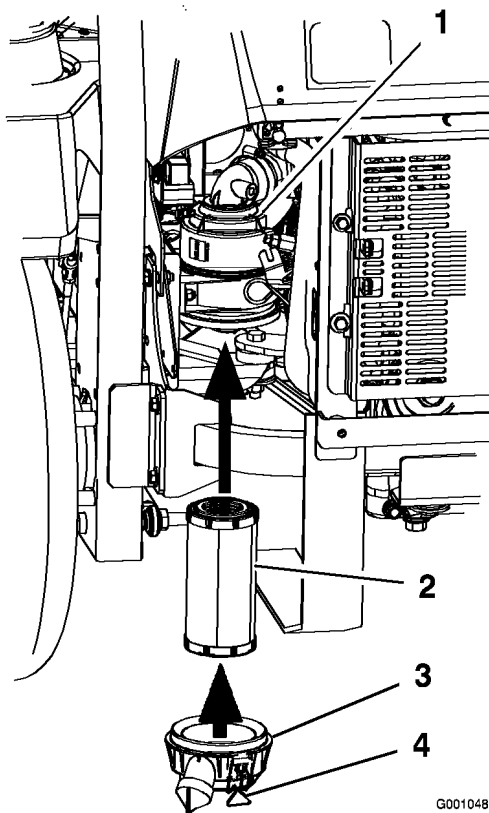

Figura 34
2. Inserite con cautela il filtro nel relativo corpo (Figura 34). Premete sul bordo esterno del filtro mentre lo inserite, per accertarvi che venga inserito a fondo.
3. Montate il coperchio del filtro dell'aria ed i dispositivi di fermo (Figura 34).